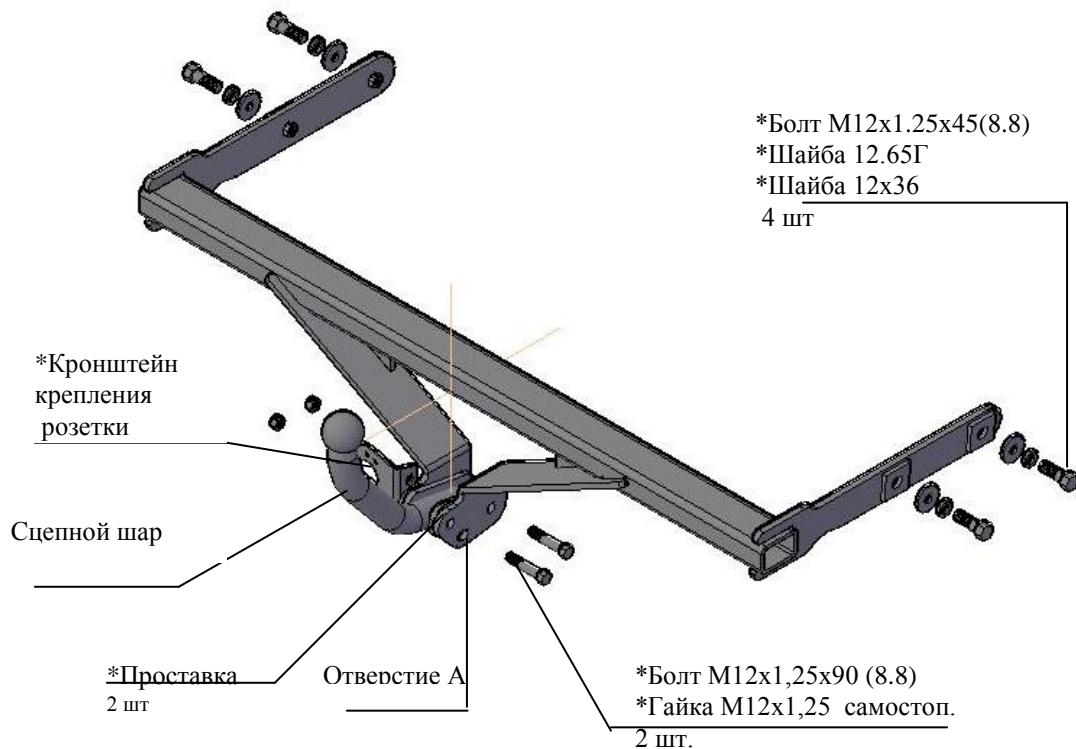

Рис.1 Тягово-сцепное устройство 7730.
| 2.1 ТСУ 7730 в сборе (рис.1) | 1 шт. |
| 2.2 Пакет с комплектующими (см. рис.1) | 1 шт. |
4.5 Установить сцепной шар и кронштейн крепления розетки, при этом с обеих сторон шара установить проставки (см.рис.1), используя болты М12х1,25х90 и гайки самостопорящиеся.